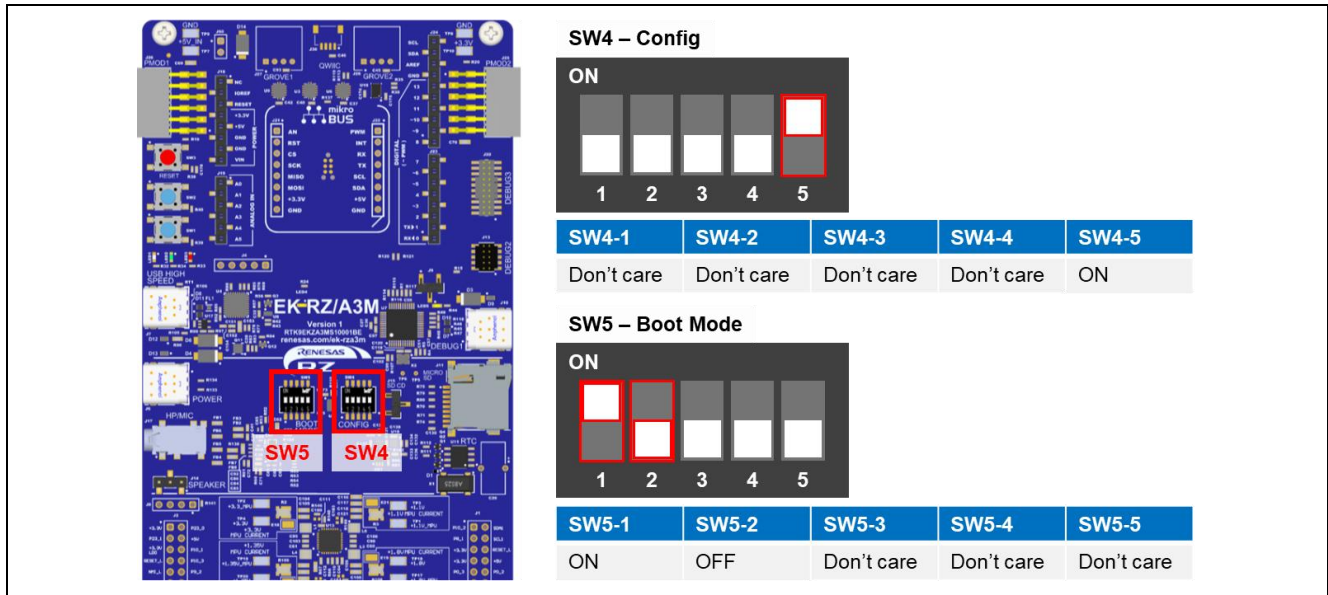

図 3-2 SW4,5 の設定
1. 図 3-2 に従って EK-RZ/A3M の SW4,5 を設定します。各スイッチ設定に関する詳細は、「EK-RZ/A3M User's Manual - 4.3.4 Board Configuration Switch Settings」を参照してください。